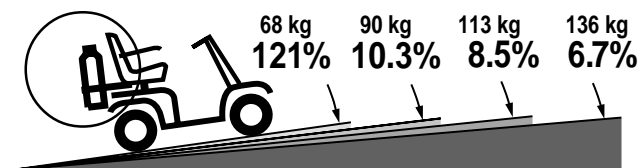

Abbildung 1. Steigungsdiagramm
- Wenn Sie nicht wissen, welchen Wert (Grad oder Prozent) eine Steigung/Gefälle hat, befahren Sie diese beim ersten Mal immer mit einer Begleitperson, die Ihnen im Notfall helfen kann. <Abbildung 1 + 2>
<Abbildung 1 + 2>